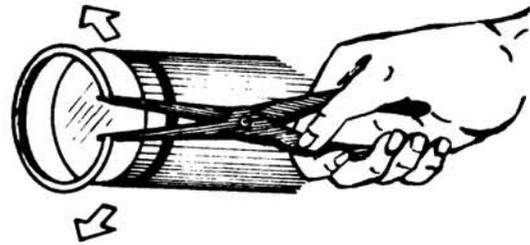

Fig. 4
- 2o Paso - *Saque el seguro de su ranura y deslícelo por el eje hasta extraerlo (fig. 4).*